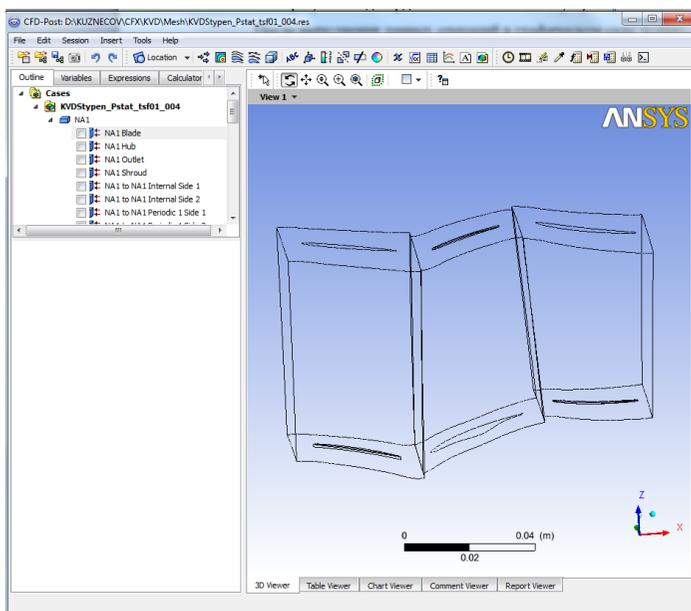
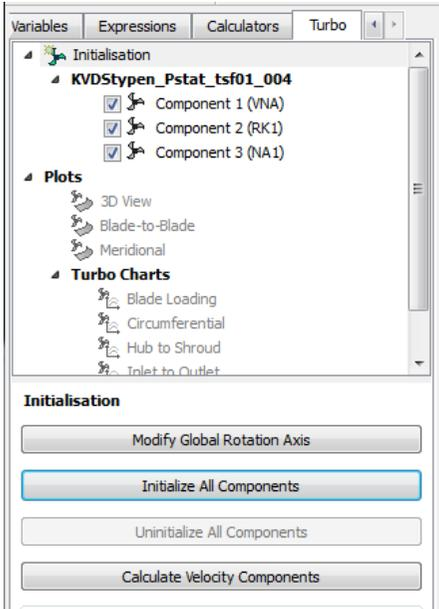

Рис. 7.2. Окно программы *ANSYS CFX – Post* после прочтения результатов расчета
Рис. 7.3. Вкладка *Turbo* в дереве проекта
После выполнения данных операций в графическом окне появится расчетная область загруженной задачи в виде контурных линий (рис. 7.2).
1. Во вкладках над деревом проекта (см. рис. 7.2) нужно переключиться на вкладку *Turbo*. (рис. 7.3).